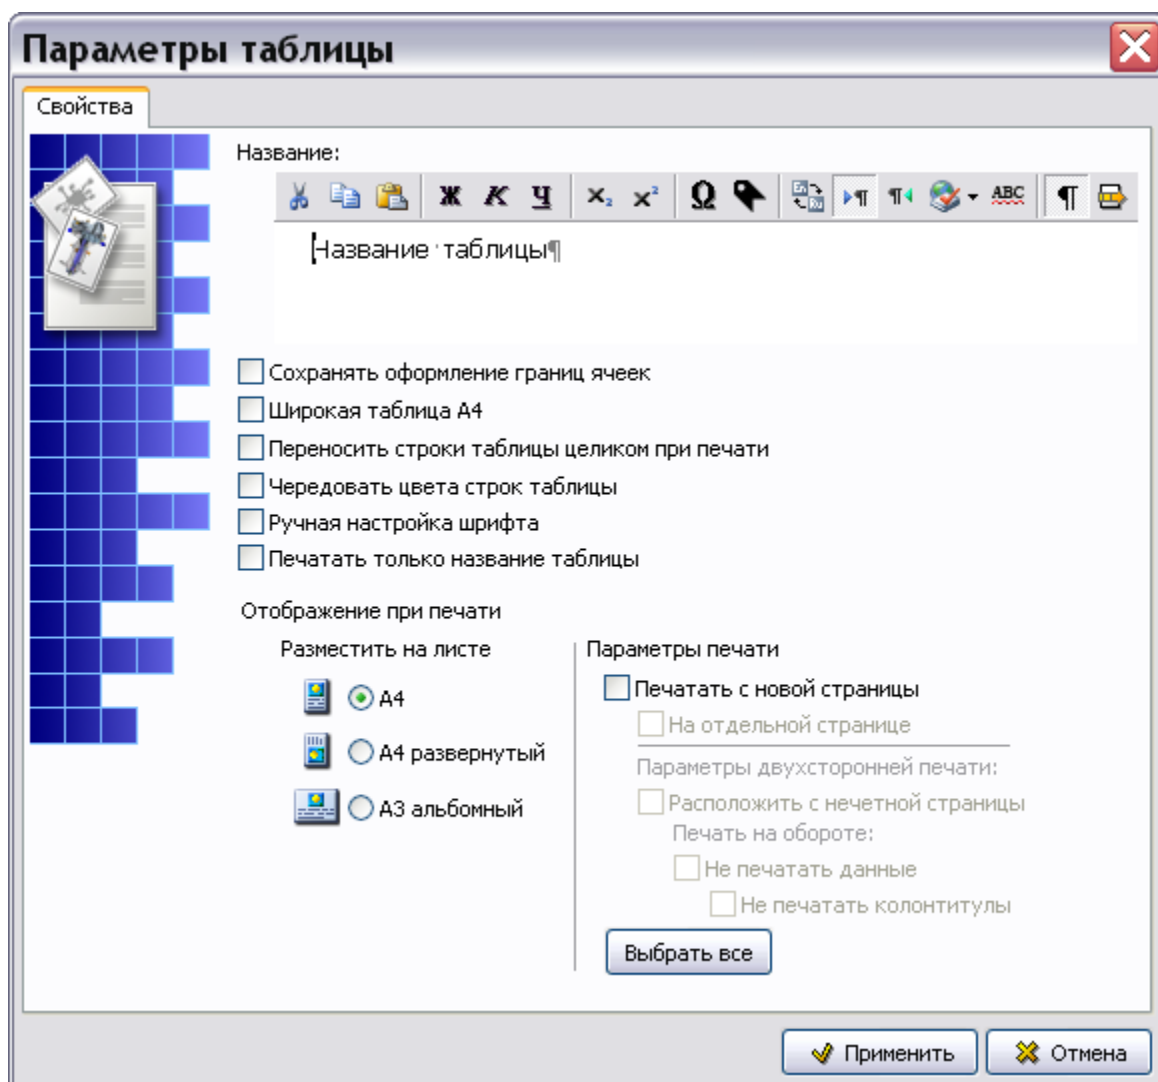

Рис. 5.67
3. В контекстном меню выберите команду **Добавить таблицу**. При этом появится диалоговое окно **Параметры таблицы** (Рис. 5.67).
2. При выборе вида таблицы **С заголовком** появится диалоговое окно **Параметры таблицы** (Рис. 5.67).
На вкладке **Свойства** введите следующие свойства таблицы (Рис. 5.67):